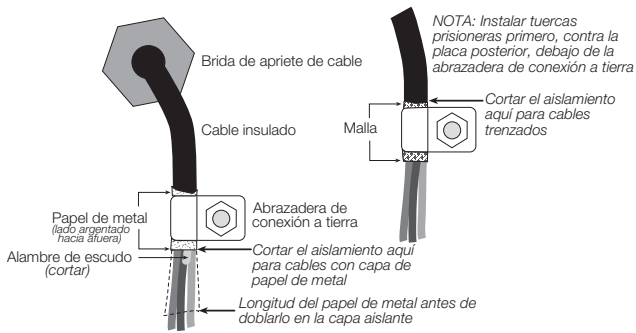

Figura 2-1. Abrazadera de conexión a tierra para cables con capa de papel de metal o malla de alambre
- Para cables con capa de papel de metal, pelar el aislamiento y la capa desde el cable por 13mm (una media pulgada) más allá de la abrazadera de conexión a tierra (Ver la Figura 2-1). Doble la capa hacia atrás hasta el punto donde el cable pasa por la abrazadera. Aseguren que el lado argentado (conductivo) de la capa está doblada hacia afuera para mantener contacto con la abrazadera de conexión a tierra.
únicamente del aislamiento para exponer la malla donde el cable pasa por la abrazadera (Ver la Figura 2-1).
- Encaminar los cables pelados por las bridas de apriete de cables y abrazaderas. Asegurar que las capas estén en contacto con las abrazaderas tal como se muestra en la Figura 2-1. Apretar las tuercas de las abrazaderas de conexión a tierra.